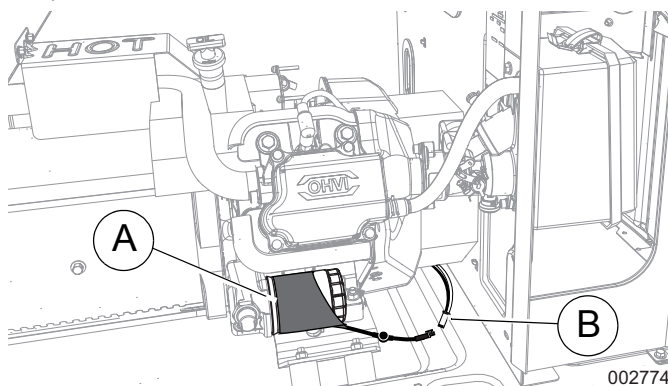

Figura 3. Instalación del calentador del filtro de aceite (9 kW)
2. Consulte la **Figura 3**. Instale un filtro de aceite nuevo y apriételo manualmente hasta que la junta entre en contacto con la superficie de sellado. A continuación, apriete manualmente el filtro del aceite una vuelta completa más. Deslice el calentador del filtro de aceite sobre el filtro de aceite tal y como se muestra, con el conector en la parte inferior.